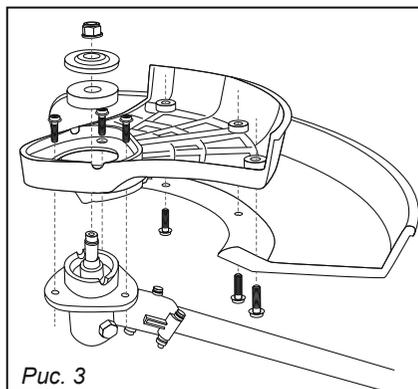

Рис. 3
6.1. Сборка защитного кожуха (рис. 3)